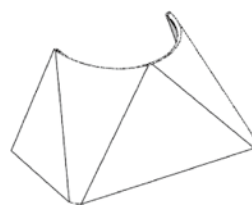

图 5.47 成型
- 单选题：用于通过冲压成型的加工方法得到放样折弯，效果如图 5.47 所示。